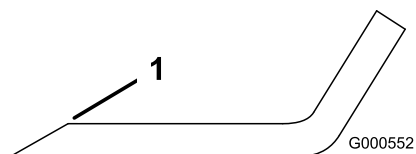

Figure 56
1. Au moyen d'une lime, aiguisiez les tranchants aux deux extrémités de la lame (Figure 56).
**Remarque:** Si la lame est déséquilibrée, limez un peu l'extrémité de l'ailette seulement (Figure 56).